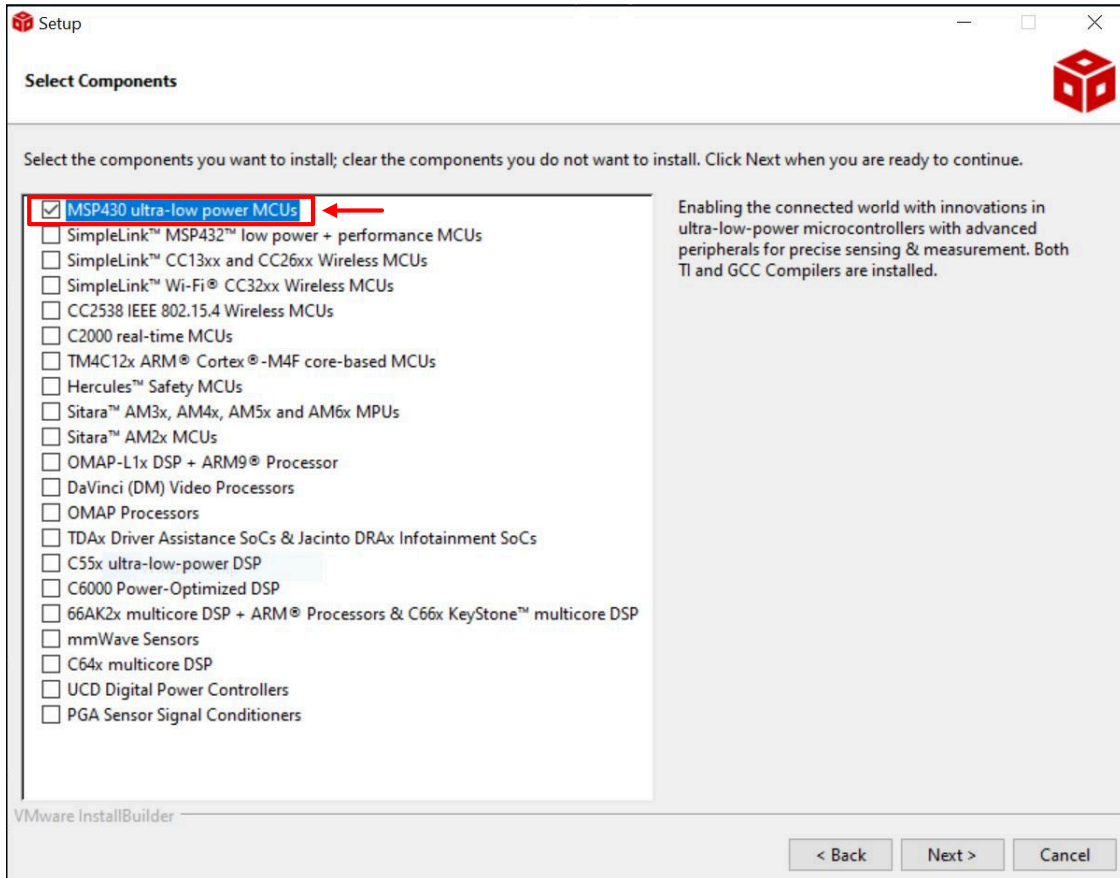

图 2-1. Code Composer Studio 安装过程
- b. 按照 安装说明 安装 Code Composer Studio。在安装过程中，如果将“Setup type”选择为“Custom Installation”，请确保在“Select Components”中选择“MSP430 ultra-low power MCUs”，如图 2-1 中的红色框所示。